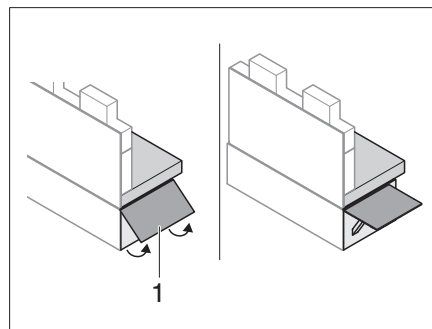

Fig. 141 Desplegar la prolongación del banco de asiento
- Abatir la prolongación del banco de asiento (Fig. 141,1) hacia arriba.
- Introducir la pestaña de desbloqueo y plegar la prolongación del banco de asiento (Fig. 141,1).